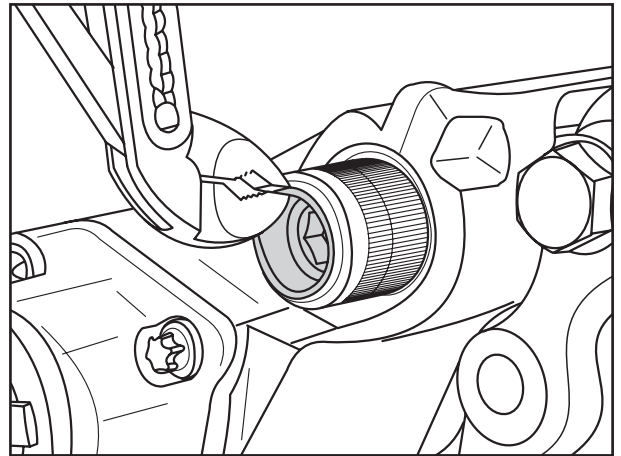

Fig. 4
- [8] Loslager-Kappe mit einem geeigneten Werkzeug aus der Führungshülse heraushebeln (Fig. 4).
- [8] Use a suitable tool to lever the loose bearing cap out of the guide sleeve (Fig. 4).
- [8] Faire sauter de la douille de guidage le chapeau du palier libre au moyen d'un outil approprié (Fig. 4).